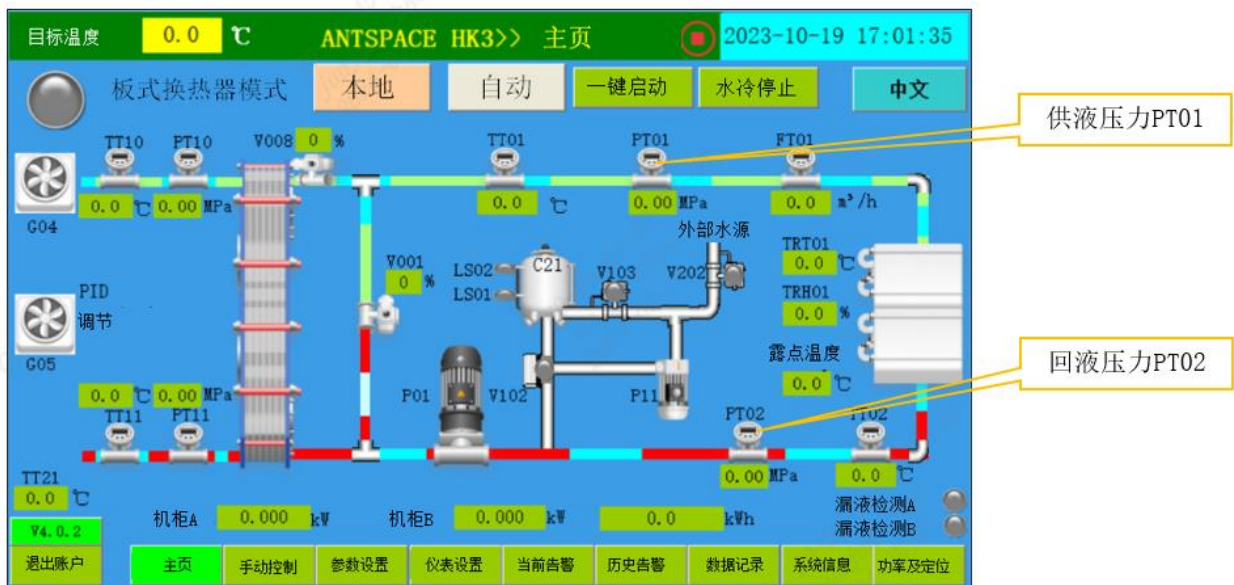

图 7-16 系统运行画面
- f) 静压达到 0.7bar（参考图 7-16，触摸屏读数）以上可以开启循环泵 10s（补液泵无需停止），之后停止循环泵；
- h) 当静压达到 1.0~1.5bar 时，停止加液（观察主界面压力传感器 PT02 读数即可，见下图 7-16）；